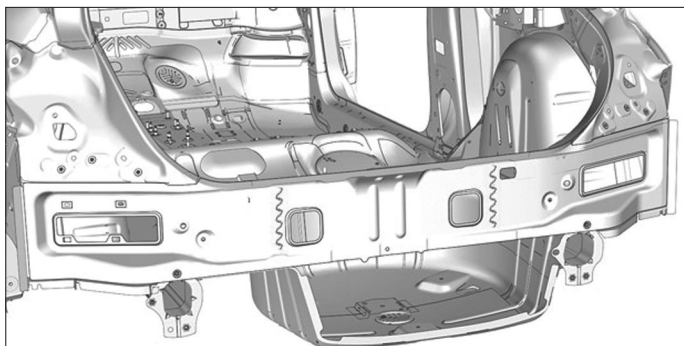

FIG. 185
- Appliquer une colle structurale "B1" (Fig.185).